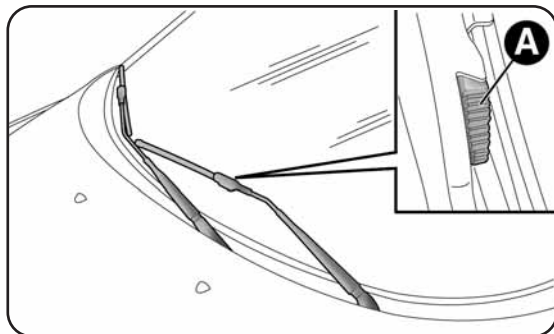

fig. 8
- appuyer sur les languettes (une de chaque côté) A-fig. 8 du ressort d'accrochage et extraire le balai du bras;